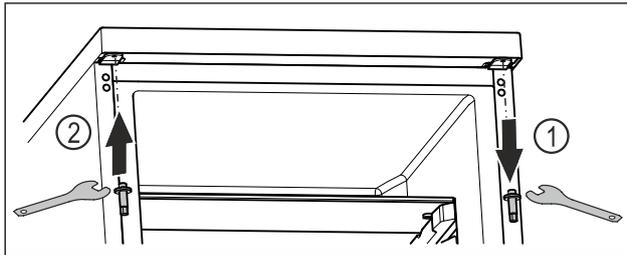

Fig. 19
- ▶ Desatornillar el perno superior con la llave Allen. Fig. 19 (1)
- ▶ Apretar el perno en el lado opuesto con la llave Allen. Fig. 19 (2)